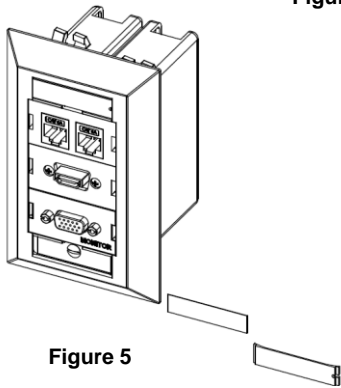

Figure 5
2. Slide paper label along window feature, ensuring the top and bottom edge are behind the guides. **(Figure 5)**
2. Insérer les étiquettes en papier sous les fenêtres, en s'assurant que leurs bords inférieur et supérieur passent derrière les guides **(figure 5)**.